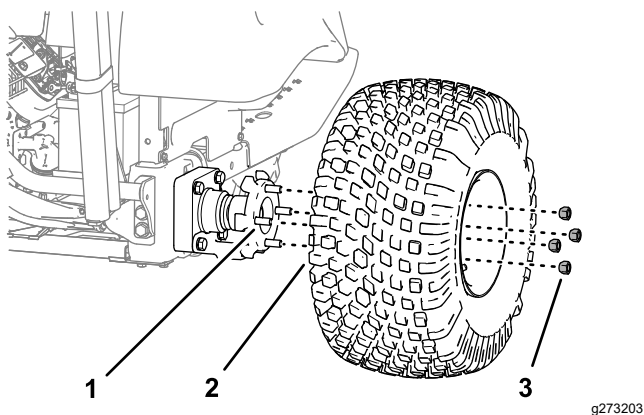

图 30
- 卸下将车轮固定至轮毂的 4 个车轮螺母然后卸下车轮和轮胎图 30。